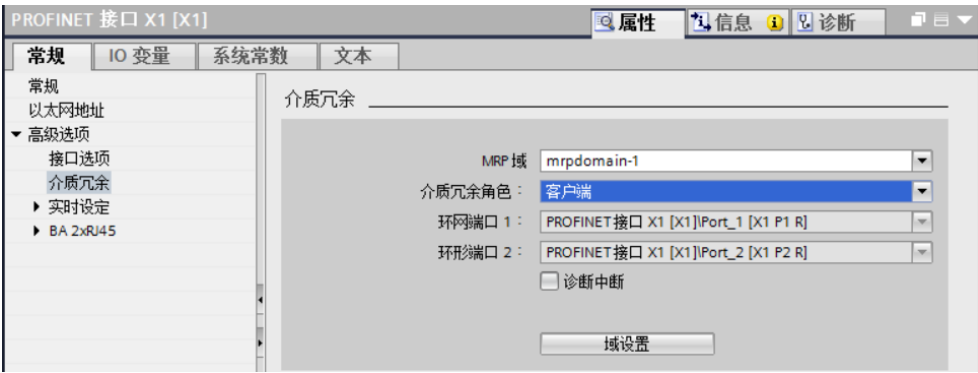

图 2-7 设置 PROFINET 接口 X1 的介质冗余角色
5) 接下来在介质冗余中将角色设置为“客户端”，如图 2-7。